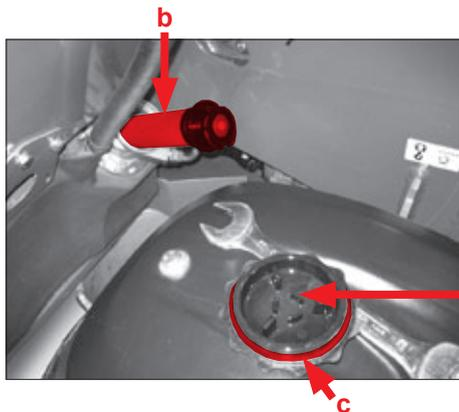

Fig. 116
1. Tag filterindsatsen pos. b (fig. 116) ud.
- ▶ Udskift filterelementet til returfilteret pos. b (fig. 116) rettidigt ved eftersynene, da filtervirkningen er ophævet, når filtervirkningen ophæves, hvis bypassventilen er åben!
- ▶ Lad først trykket slippe ud af hydraulikolietanken ved at åbne studsene til hydraulikoliestudsen pos. 1 (fig. 111), før dækslet til filterhuset pos. a (fig. 116) skrues af! Ellers presses der olie ud af filterhuset, som kan komme ud i miljøet.